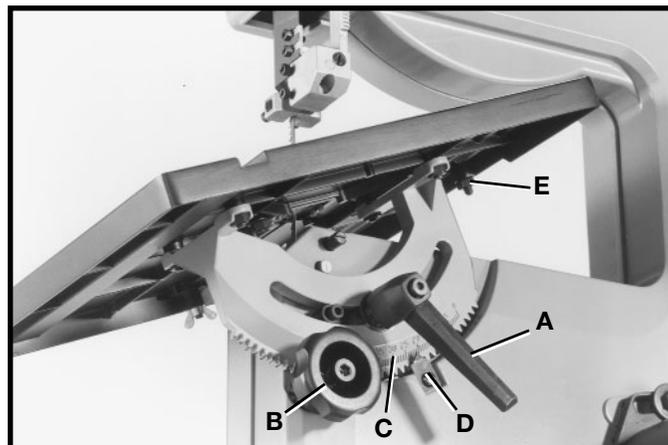
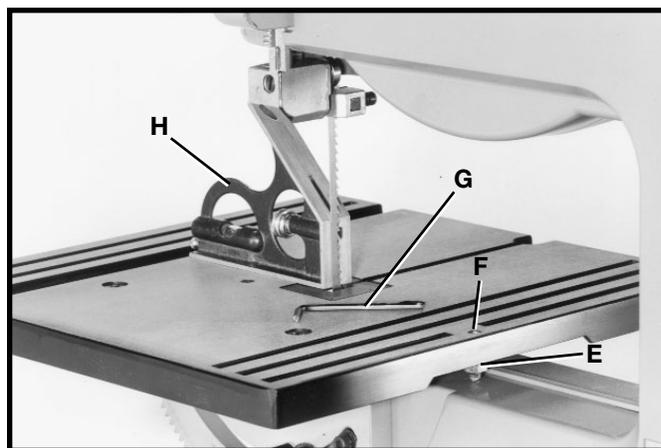
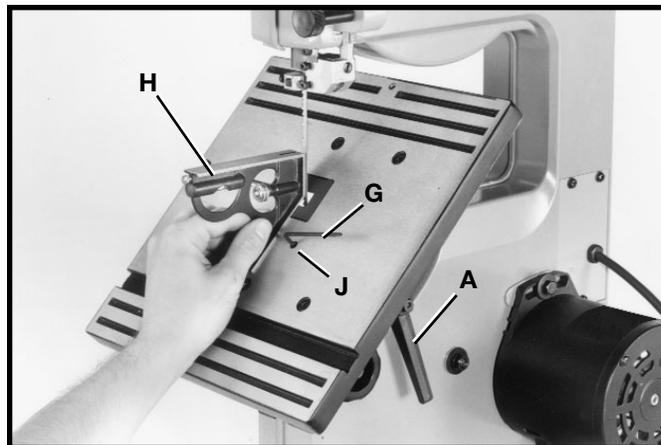

Fig. 26
Fig. 27
Fig. 28
La table peut être inclinée de 45 degrés vers la droite. Pour incliner la table, desserrez la manette de blocage (A) fig. 26, et tournez le bouton (B) vers la droite jusqu'à obtention de l'angle voulu. Puis, resserrez la manette de blocage (A). **REMARQUE** : La manette de blocage de la table (A) peut être resituée en la tirant et en la repositionnant sur l'écrou qui se trouve sous le moyeu de cette poignée. Une échelle (C) et une aiguille (D) sont fournies pour indiquer le degré d'inclinaison de la table.
2. Inclinez la table à 90 degrés par rapport à la lame comme l'illustre la figure 27 et serrez la manette de blocage (A) fig. 28. Mettez une équerre (H) fig. 27 sur la table et contre la lame et vérifiez si la lame est perpendiculaire à la surface de la table. Si un réglage s'avère nécessaire, procédez comme suit :
3. Inclinez légèrement la table comme l'illustre la figure 26, pour exposer le contre-écrou (E) fig. 27. Desserrez ce contre-écrou et remettez la table à 90 degrés. La manette de blocage (A) fig. 28 étant desserrée, tournez la vis de réglage (F) fig. 27 jusqu'à ce que la lame soit perpendiculaire à la table. Ensuite, serrez le contre-écrou (E) fig. 27 et la manette de blocage (A) fig. 28.
4. Inclinez la table à 45 degrés par rapport à la lame comme l'illustre la figure 28. Mettez une équerre (H) sur la table et contre la lame et vérifiez si la lame est à 45 degrés par rapport à la table. Si un réglage est nécessaire, procédez comme suit :
5. Desserrez le contre-écrou se trouvant sous la table, sur la vis de réglage (J) fig. 28. La manette de blocage (A) fig. 28 étant desserrée, tournez la vis de réglage (J) avec la clé (G) fournie, jusqu'à ce que la lame se trouve à 45 degrés par rapport à la table. Ensuite, serrez la manette de blocage (A) et le contre-écrou se trouvant sur la vis de réglage (J).